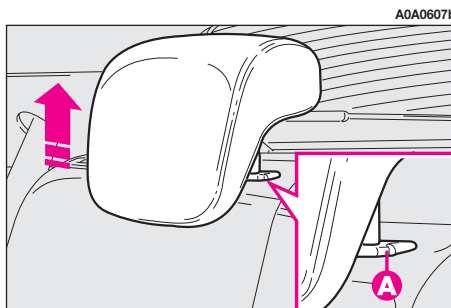

fig. 21
— soulever les appui-tête jusqu'à la hauteur maxi, appuyer sur les deux poussoirs (A-fig. 21) aux côtés des deux supports, puis enlever les appui-tête en les sortant vers le haut;
Pour l'utilisation, il faut soulever l'appui-tête de la position (2) "position de non utilisation" jusqu'à atteindre la position (1) "tout extrait". Pour les repositionner dans la "position de non utilisation", appuyer sur la touche (A-fig. 21) et pousser vers le bas l'appui-tête.